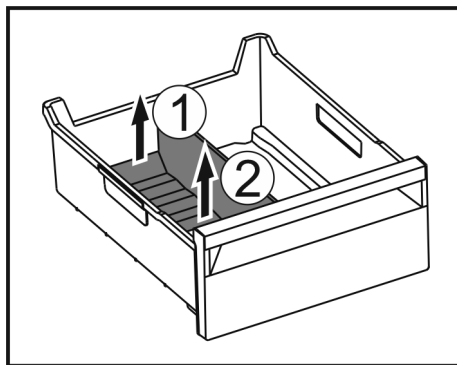

Fig. 231
- Zvedněte zadní část přepážky přihrádky na led. Fig. 231 (1)
- Přepážku přihrádky na led vyjměte nahoru. Fig. 231 (2)